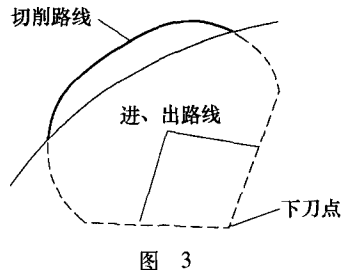
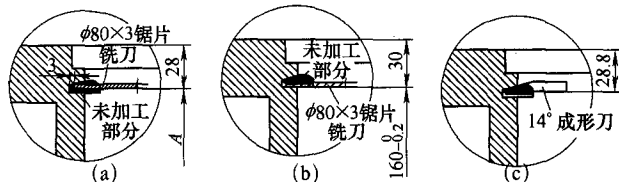

图 3
图 4
(1) 确定走刀轨迹: 按照图3的轨迹加工。
(2) 确定刀具大小: 使用对刀仪检测刀具的实际大小。考虑到异形槽深度为9.5mm, 所以选用的锯片铣刀、单刃镗刀在刚度方面, 应具有短的、刚性好及便于排屑等特点。
(3) 制作通、止规检查样板。
(4) 如何下刀, 每把刀走几刀。步骤如图4所示: